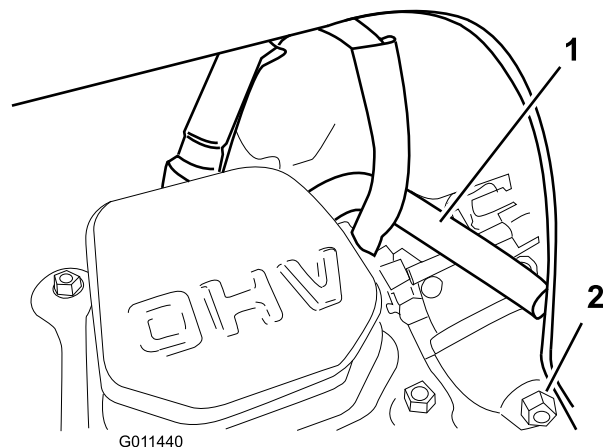

Figure 35
Remarque: Veillez à faire passer le tube de reniflard au-dessus du fil de la bougie, comme montré à la Figure 35.
6. Vidangez le carburateur par la vis de vidange (Figure 35) dans un bidon d'essence homologué.